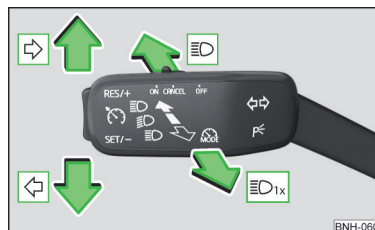

Fig. 41
### Pozițiile manetei de operare » fig. 41
- Apăsați maneta până la capăt în poziția  sau  » fig. 41 la pagina 55.